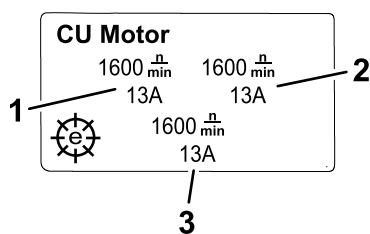

Figura 21
- **Ecran cu informații despre motorul unității de tăiere (CU) (Figura 21):** arată turația și curentul de alimentare al fiecărui motor de tambur.